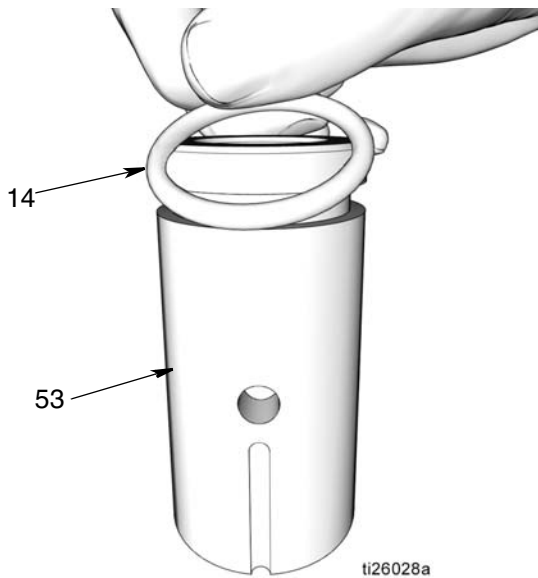

图 40
5. 泵元件衬套 (53)
- a. 使用干净的布向下擦拭泵元件衬套 (53)，除去任何脏污或污染物。检查表面有无擦伤或损坏。
- b. 在 O 形圈 (14) 上抹上薄薄一层滑脂。围绕泵元件衬套 (53) 安装 O 形圈 (图 40)。